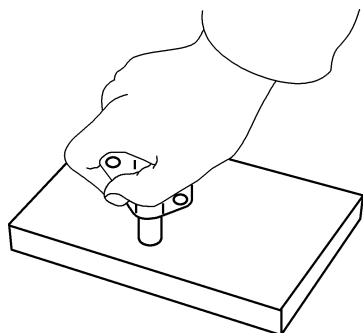

图 27-12 按压正时链条张紧器
1) 把正时链条张紧器抵在橡胶垫上，用力按压，如图 27-12 所示，使张紧器柱塞缩进，然后将一根细销插入张紧器柱塞与张紧器壳体之间的孔中。